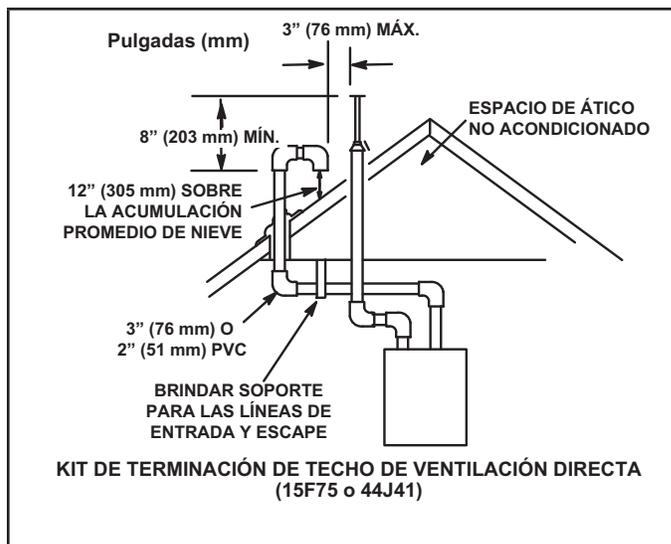

FIGURA 37
Las tuberías de entrada y de escape se pueden tender ya sea horizontalmente a través de una pared exterior o verticalmente a través del techo. En instalaciones en un ático o clóset, se prefiere la terminación vertical a través del techo. La FIGURA 37 a la FIGURA 44 muestran terminaciones típicas.
- 3 - En las terminaciones de techo, la tubería de entrada debe terminar recta hacia abajo usando dos codos de 90° (ver la FIGURA 37).